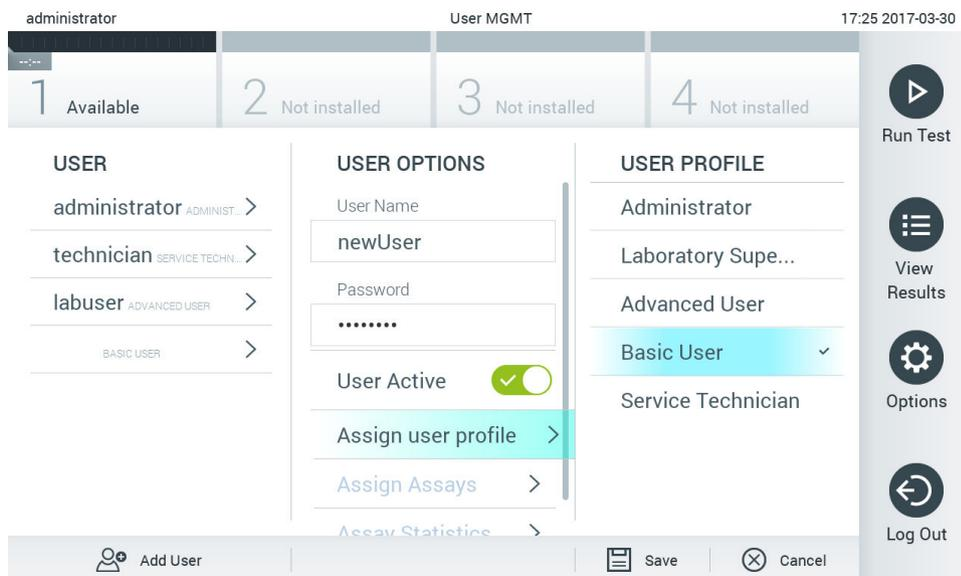

Figura 65. Asignación de un perfil de usuario a un usuario nuevo.
4. Pulse Assign User Profile (Asignar perfil de usuario) y asigne el perfil de usuario adecuado al usuario nuevo de la lista situada a la derecha de la zona de contenido (figura 65).